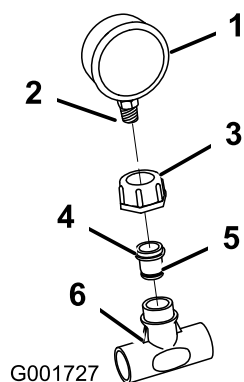

図 14
付ける。縮径アセンブリは六角レンチを使って水圧計に取り付ける（図 14）。
14. 水圧計アセンブリをプラスチック製のT字フィッティングに取り付ける（図 14）。